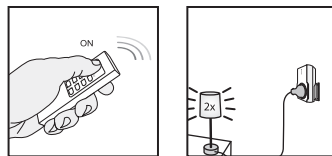

Рисунок 4. Программирование
5.3. Нажмите кнопку ON на пульте ДУ при активном режиме обучения (светодиодный индикатор мигает), чтобы задать его код в памяти приемника. Приемник включится/выключится 2 раза для подтверждения приема кода (рисунок 4). В память приемника может быть записан только один код от пульта. При перерезаписи на другой пульт или другой канал пульта предыдущие значения стираются. При необходимости на один канал пульта можно записать несколько приемников. Для этого нужно повторить пункты 5.1–5.3 для других приемников. Данные в памяти сохраняются, когда приемник переподключается в другую розетку или в случае сбоя питания.